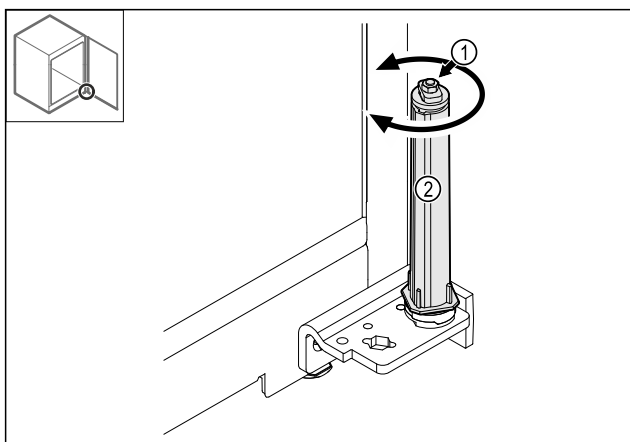

Fig. 40
- Ta inte isär låssystemets förskruvningar Fig. 40 (1).
- Vrid låssystemet Fig. 40 (2) tills det klickar.